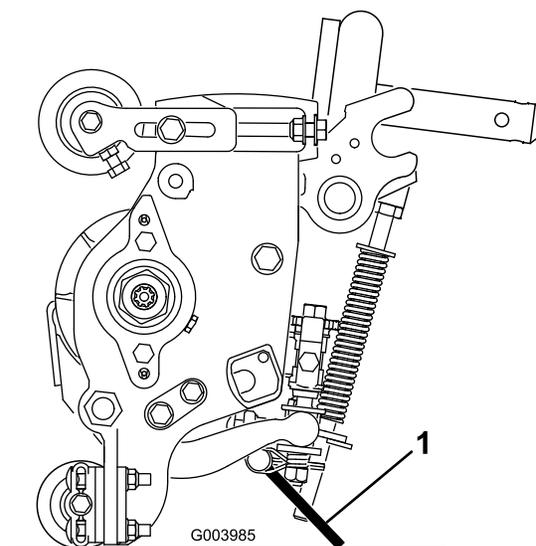

**Figure 15**
Le ressort de compensation (Figure 15) transfère aussi le poids du rouleau avant au rouleau arrière. (Cela évite la formation d'ondulations à la surface de la pelouse.)
1. Vérifiez que la goupille fendue est insérée dans le trou de la tige de ressort (Figure 15).
- 2. Serrez les écrous hexagonaux sur l'extrémité avant de la tige de ressort jusqu'à ce que la longueur du ressort comprimé soit égale à 12,7 cm (5 po) sur le Reelmaster 5410 à tabliers de coupe de 12,7 cm (5 po) ou à 15,9 cm (6,25 po) sur le Reelmaster 5510 à tabliers de coupe de 17,8 cm (7 po) (Figure 15).